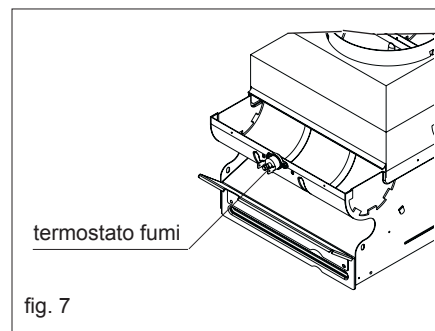

fig. 7
Per ripristinare il funzionamento dell'apparecchio è necessario premere il pulsante termostato fumi (fig. 7) con l'ausilio di un cacciavite, quindi chiudere e riaprire il rubinetto dell'acqua calda.
- scollegare il tubetto fiamma pilota (fig. 7)